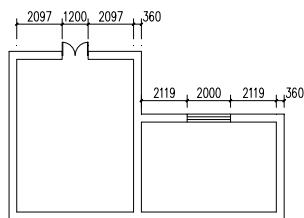

图 8-35 打开素材
**01** 按 Ctrl+O 组合键，打开配套光盘提供的“第 8 章/ 8.3.14 连接尺寸.dwg”素材文件，结果如图 8-35 所示。